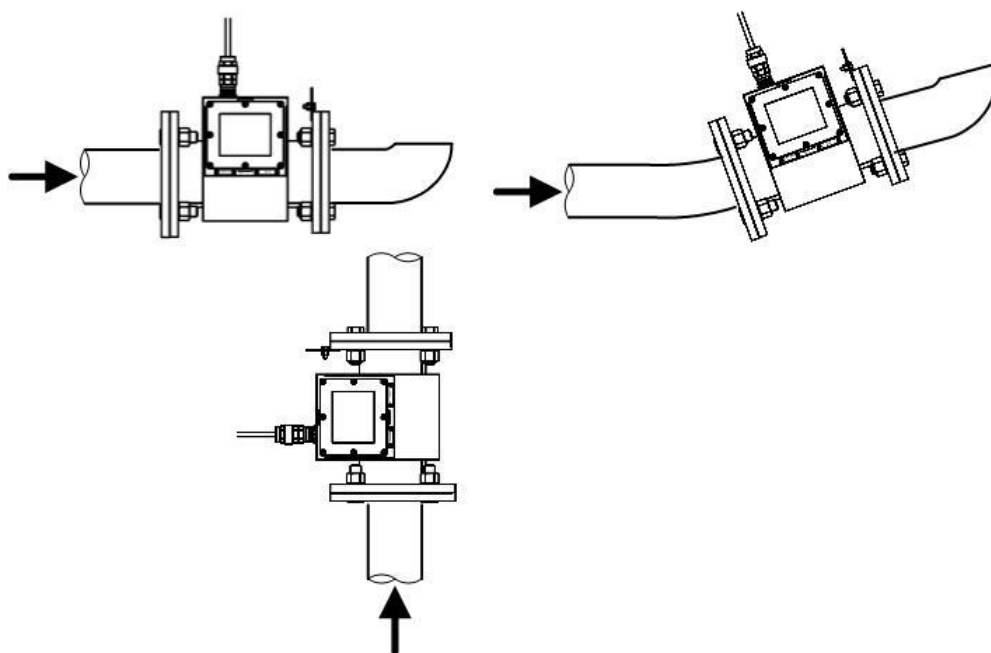

Рис.4. Рекомендуемые места установки расходомера в трубопроводе.
3.3.1. Расходомер допускается монтировать в горизонтальный, наклонный трубопровод с восходящим потоком и в вертикальный напорный трубопровод (рис.4).